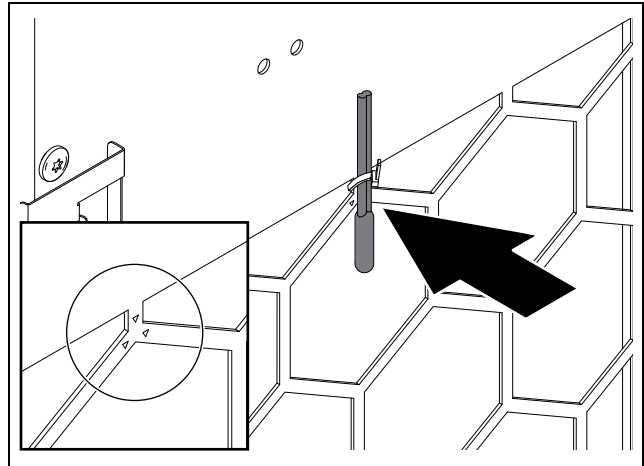

Imagen 52: Sensor térmico delante de la salida de aire frío (imagen de ejemplo)
- Fije el sensor térmico mediante una brida en el punto marcado frente a la salida de aire frío del refrigerador (imagen 52).